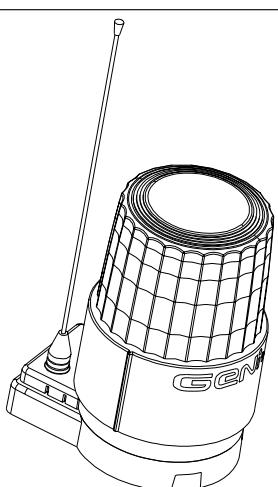

Fig. 13
- 4- Posizionare il tutto sul supporto lampeggiante come in Fig. 13.
- 4- Position the entire assembly on the flashing lamp support as in Fig. 13.